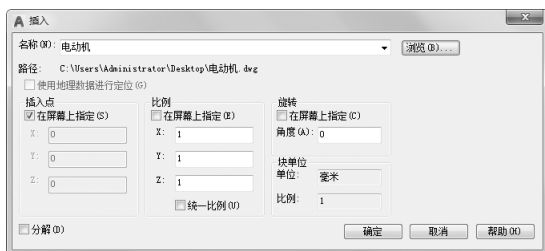

图 6-95 “插入”对话框
(4) 单击“默认”选项卡“块”面板中的“插入”按钮，打开“插入”对话框，单击“浏览”按钮，找到刚才保存的电动机图块，选择适当的插入点、比例和旋转角度，如图 6-95 所示，将该图块插入到一个新的图形文件中。